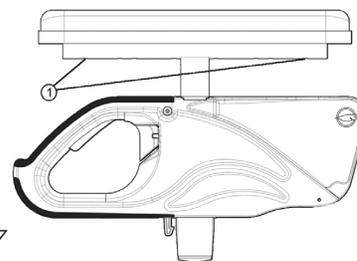

Fig. 17
- Rimuovete le viti (1) (Fig. 17) posizionate sotto il cuscinetto (attraverso il tubo).
- Installate di nuovo le viti (1) e stringetele fermamente.